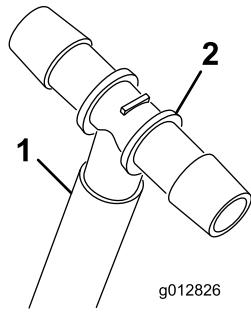

図 16
- A. 短いホースにクランプを通してから、ホースの端にT字フィッティングを取り付ける図 16。